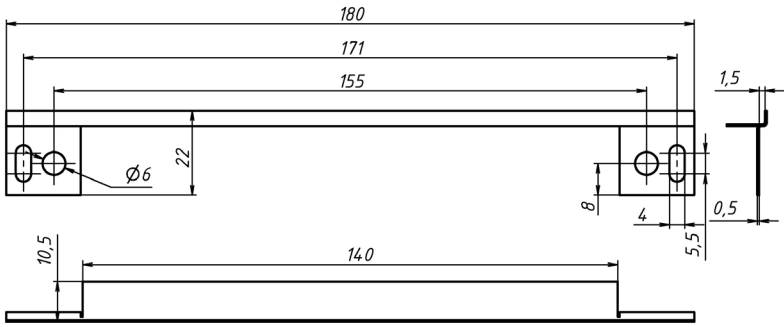

Рисунок 7 – Планка декоративная
6.6 Для скрытия зазоров (щелей), образующихся в процессе установки корпусной части в дверную коробку в качестве декоративного элемента, используется планка декоративная, выполненная из нержавеющей стали (рисунок 7.)